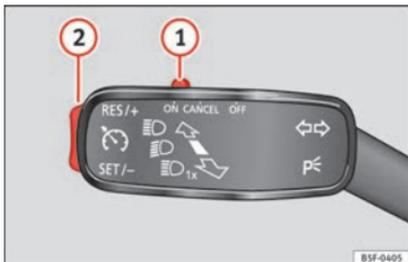

Abb. 187 Blinker- und Fernlichthebel: Schalter der Geschwindigkeitsregelanlage
- Drücken Sie den Schalter ① » Abb. 187 in die Position **ON**.
- Nach Erreichen der gewünschten Geschwindigkeit drücken Sie die Wippe ② in die Position **SET**.
- Drücken Sie die Wipptaste ② » Abb. 187 » Seite 189 in die Position **RES**.
- Sie können die gespeicherte Geschwindigkeit durch Drücken der Wipptaste ② » Abb. 187 » Seite 189 in die Position **SET** verringern.
- Wenn Sie die Wippe bei einer Geschwindigkeit von weniger als 30 km/h (19 mph) loslassen, wird die Geschwindigkeit nicht gespeichert und der Speicher wird gelöscht. Die Geschwindigkeit muss nach einer Geschwindigkeitserhöhung auf über 30 km/h (19 mph) erneut durch Drücken der Wipptaste ② in Position **SET** gespeichert werden.
Die Geschwindigkeitsregelung **schaltet sich vorübergehend ab**, wenn Sie den Schalter ① » Abb. 187 » Seite 189 in die Position **CANCEL** drücken oder das Brems- bzw. Kupplungspedal betätigen.
– Drücken Sie den Schalter **1** » **Abb. 187**